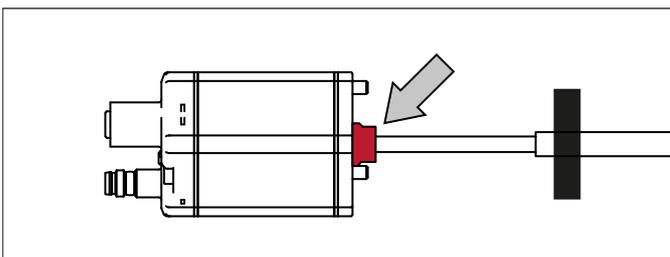

Abb. 32: Dichtung vor Einsatz in Sensorrohr HD/HL/HP entfernen
- Der Basissensor ist mit drei Schrauben am Sensorstab befestigt und lässt sich im Servicefall leicht austauschen. Entfernen Sie vor dem Einschleiben des Basissensors in das Sensorrohr HD/HL/HP die rote Dichtung am Übergang zwischen Sensorelektronikgehäuse und flexiblem Messstab (Abb. 32). Der Hydraulikkreislauf bleibt geschlossen. Mehr Informationen finden Sie im Kapitel „4.10.1. Austausch des Basissensors beim Modell RH5/RFV/RF5“ auf Seite 40.